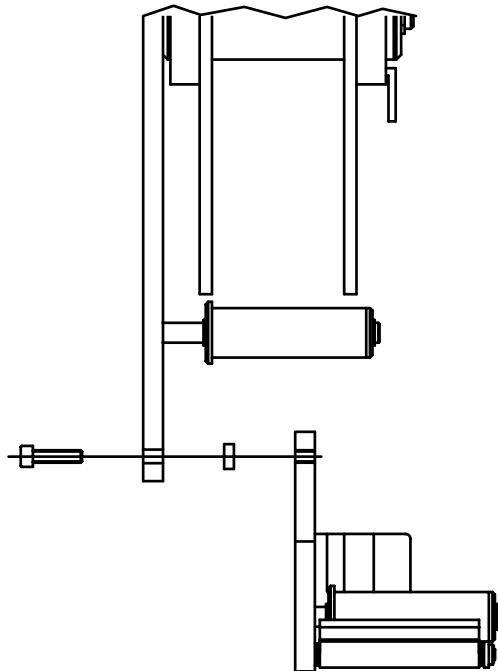

FIGURA 6
* **Assemblare** il supporto magazzino alle flange come rappresentato nella figura 6, utilizzando le due viti e i due distanziali in dotazione.